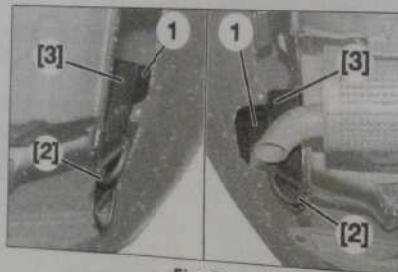

Fig. 5
- Engager les sangles [3] équipées de leurs manilles [2] sur l'absorbeur (1) (Fig.5).